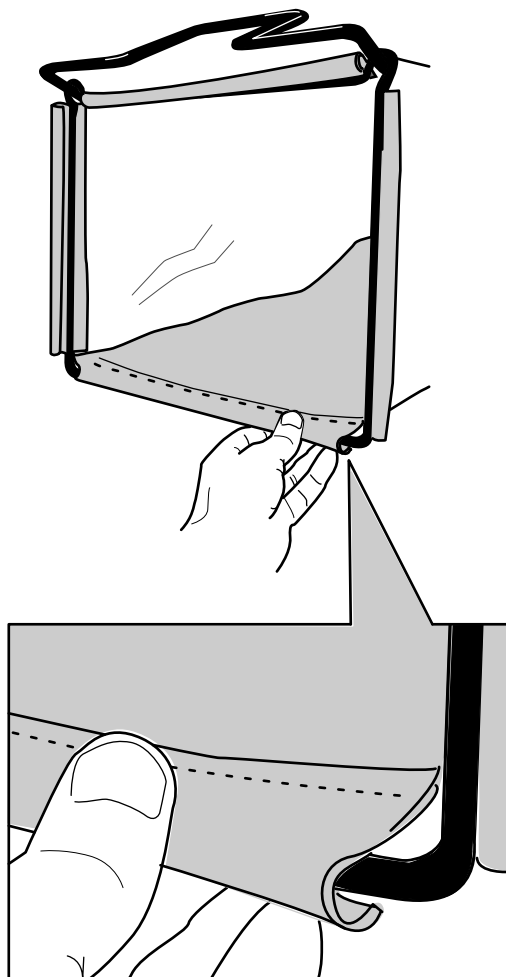

Рисунок 7
3. Зацепите верхний и боковой обод мешка за верхнюю и боковые стороны рамы, соответственно (Рисунок 7).
2. Зацепите нижний обод мешка за нижнюю часть рамы (Рисунок 7).